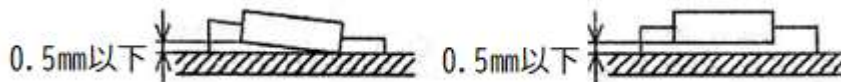

図1 抵抗の浮き上がり限界
(1) 部品の取り付け方向と表示
- ① 部品はすべて部品面に取り付ける。
- ② 部品はプリント基板に対して水平または垂直に取り付けるものとし、曲がりの範囲は1 mm 以下とする。
- ③ 抵抗のリード線は、両端の間隔が4ピッチ ($2.54\text{mm} \times 4 = 10.16\text{mm}$) 以上となる位置で折り曲げること。
- ④ 抵抗の取り付け方向は、カラーコードが左から右方向へ、下から上方向へ読めるように取り付ける。
- ⑤ 部品の表示又は定格が識別できるように取り付ける。
(2) 部品の取り付け方法
- ① 抵抗は、プリント基板にほぼ密着させて取り付けること。なお、浮き上がり限界は図1に示すとおりとする。